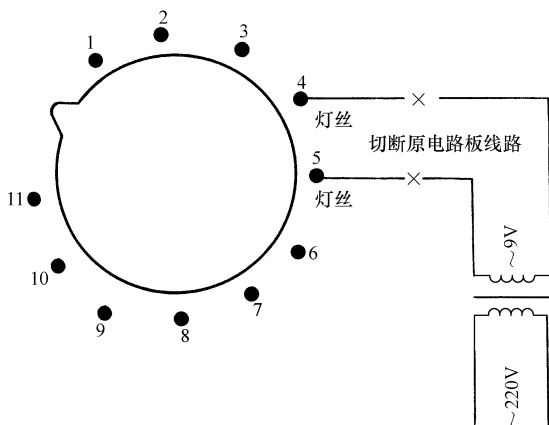

图 3-7 单独给灯丝供电
7) 选取一只录音机9V电源变压器（其二次侧必须是单独的9V绕组），切断显像管灯丝的原供电线路，用二次9V绕组对灯丝独立供电。接法如图3-7所示。